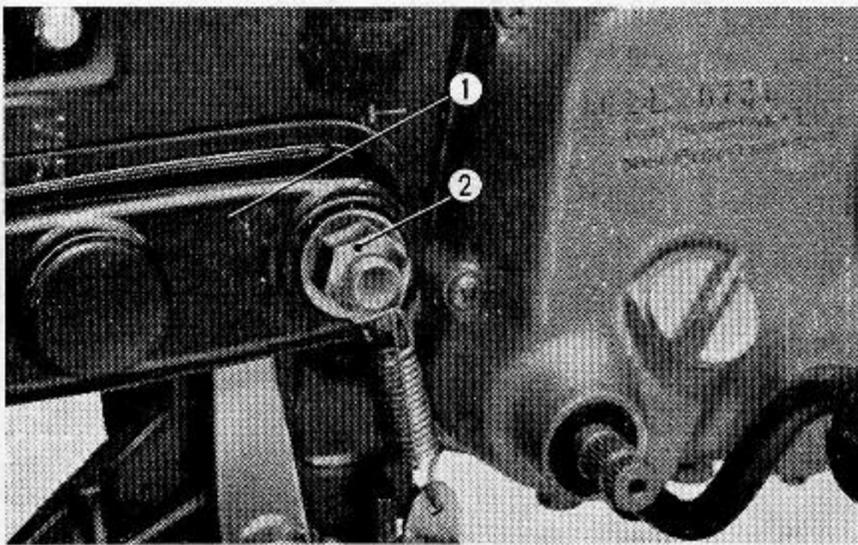

Abb. 4.55 Hinterradgabel ausbauen
- (1) Hinterrad nach Angaben in Abschnitt 4.12. A ausbauen.
- (2) Hinterradstoßdämpfer nach Angaben in Abschnitt 4.3. A ausbauen.
- (3) Der Kettenkasten kann durch Lösen der vier 6×10 mm Sechskantbolzen in oberen und unteren Teil zerlegt werden.
- (4) Kettenschloß lösen und die Antriebskette trennen. Achsmutter lösen, Hinterradgabelachsbolzen herausziehen. Danach kann die Hinterradgabel ausgebaut werden. (Abb. 4.55)